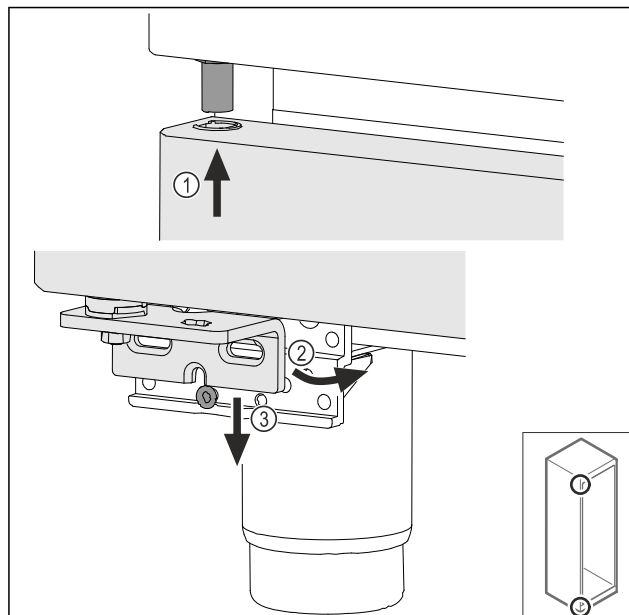

Fig. 70
- ▶ Inserire la porta leggermente inclinata in alto Fig. 70 (1),addrizzare la porta Fig. 70 (2) e posizionarla in basso sulla vite del blocco di supporto Fig. 70 (3).